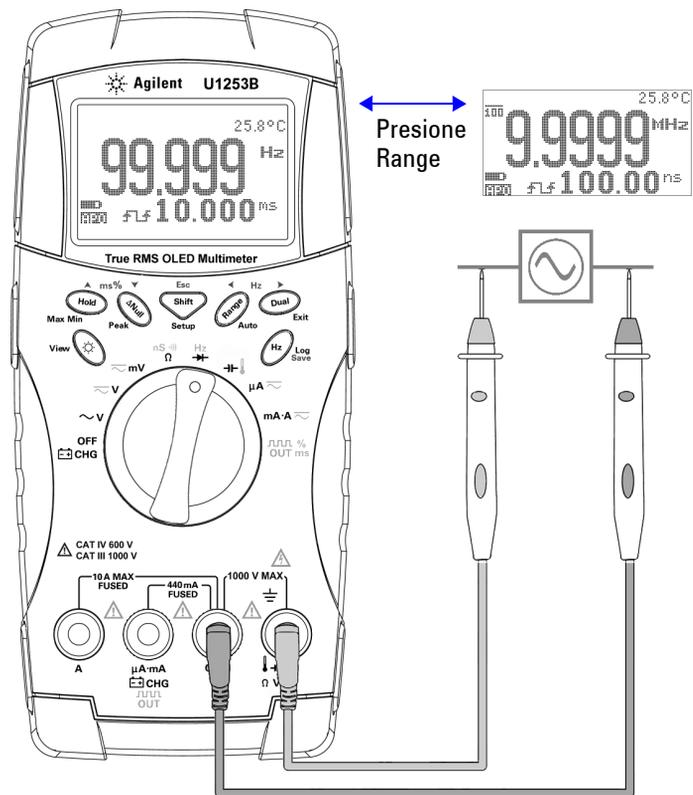

Figura 2-6 Medición de frecuencia
- 3 Conecte los cables de prueba rojo y negro a las terminales de entrada **V (rojo) y COM (negro) respectivamente (consulte la Figura 2-6 en la página 39)**.